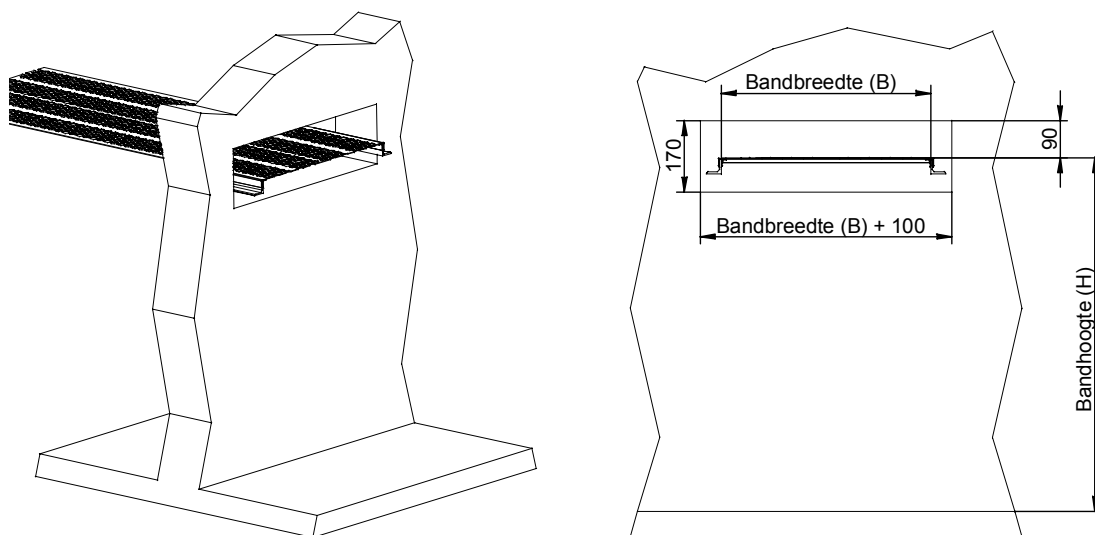

Рис. 3.1 Lay-out opening for egg belt
Делайте стену, открывающуюся в требуемом месте, измерения как показано в рис. 3.1. Ленточная высота (H), которая такая же для рамы и стола для сбора, берется чертежа гнезда. Ширина открытия стены зависит от ленточной ширины (B) (250/400 500 мм). Ширина открытия - ленточная ширина (B) + 100 мм.